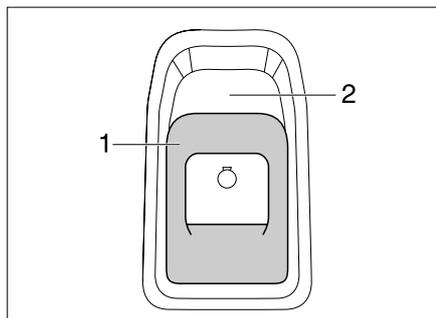

Bild 37 Türschloss Eingangstür, innen
- Griff (Bild 37,1) ziehen.
- Griff (Bild 37,1) in die Griffschale (Bild 37,2) drücken.